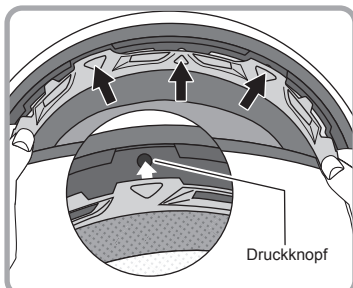

Abb.2
- ② Setzen Sie die drei Druckknöpfe wie in Abb. 2 gezeigt auf der Vorderseite ein